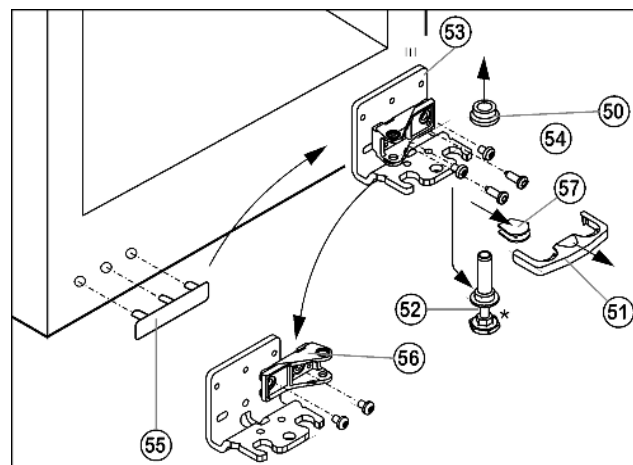

Fig. 12
- ▶ Крышку Fig. 12 (51) снимите движением вперед.
- ▶ Нижнюю крышку Fig. 12 (57) снимите.*
- ▶ Извлеките нижний опорный палец Fig. 12 (52) движением вниз и вперёд. При этом следите за гнездом шарнира Fig. 12 (50).
- ▶ Открутите нижний опорный кронштейн Fig. 12 (53) (Torx 25).
- ▶ Осторожно приподнимите и переставьте крышку со стороны ручки Fig. 12 (55).
- ▶ Снова прикрутите нижний опорный кронштейн Fig. 12 (53) на новой стороне шарнира при необходимости с помощью аккумуляторного шуруповерта через внешний продольный паз и круглое отверстие.
- ▶ Открутите опорный кронштейн Fig. 12 (56) и снова прикрутите внутри с поворотом на 180°.
- ▶ Снова слегка наклоните устройство назад и снова установите нижний опорный палец Fig. 12 (52).
- ▶ Наденьте гнездо шарнира Fig. 12 (50).
- ▶ Установите дверь сверху на опорный палец Fig. 12 (52).